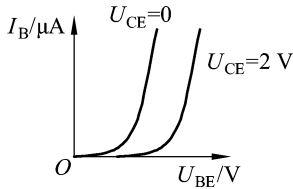

图 1.4.1 输入特性曲线
1. 三极管的输入特性是指当输出电压_____为某一数值时, 输入电流_____与输入电压_____之间的关系, 如图 1.4.1 所示。当 U_{CE} 增大到 1 V 左右时, 输入特性曲线_____. 当 U_{CE} 继续增大, 特性曲线_____. 常取 U_{CE} 大于某一数值 (如 2 V) 时的一条输入特性来代表 U_{CE} 更高的情况。输入特性曲线用函数表示为_____。